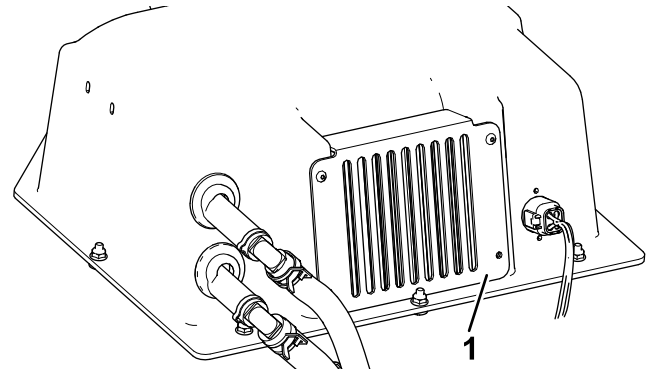

Bild 25
1. Entfernen Sie die Filterabdeckplatte vom Heizkasten (Bild 25).